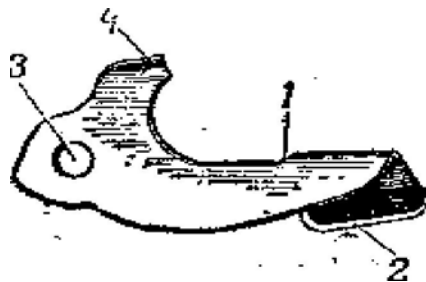

Рис. 30. Затворная задержка:
6. Затворная задержка удерживает затвор в заднем положении по израсходовании всех патронов из магазина. Она имеет: в передней части—выступ для удержания затвора в заднем положении; кнопку с насечкой для освобождения затвора нажатием руки; в задней части—отверстие для соединения с левой цапфой шептала; в верхней части—отражатель для отражения наружу гильз (патронов) через окно в затворе (рис.30).